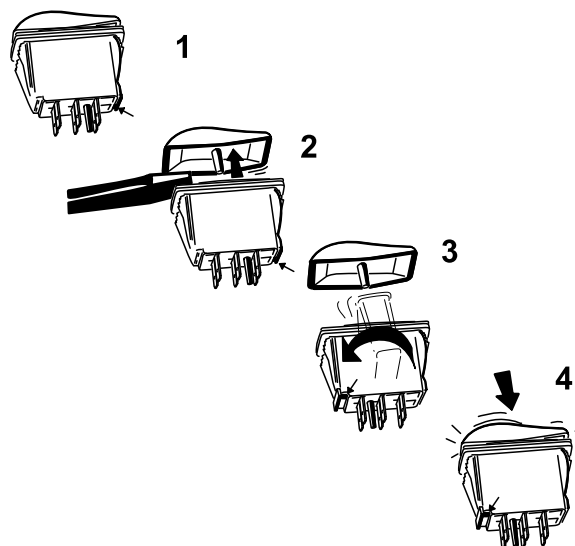

Figura 22
- Usando un destornillador de punta plana u otra herramienta similar, haga palanca suavemente para separar las tapas de los interruptores basculantes de los cuerpos de los interruptores (Figura 22).
C. Mantenga la posición de la tapa del interruptor y gire el cuerpo del interruptor 180 grados de modo que la muesca quede en la esquina delantera izquierda (Figura 22).
D. Presione las tapas de los interruptores para encajarlas en los cuerpos en su nueva orientación (Figura 22).